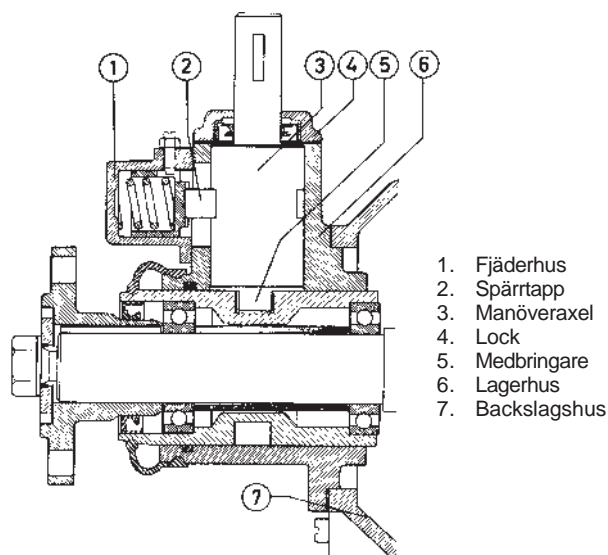

Fig. 71. Bakre del av backslag
2. Lossa skruvarna som håller lagerhuset (6 enligt fig. 71) fäst mot backslagshuset (7). Drag lagerhuset akteröver några mm (underlättas genom försiktig inkoppling med spaken), stick en kniv mellan tätningssyterna och lossa försiktigt packningen så att den endast sitter fast i ena tätningssytan. Demontera avtappningsproppen i underkanten på huset.